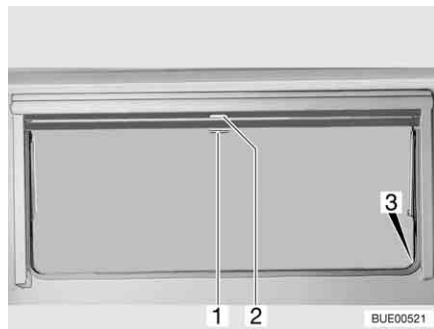

Fig. 53 Fenêtre projetante
- Tirer le store occultant vers le bas en le maintenant par la poignée (Fig. 53,2). Lorsque le store occultant est complètement fermé, l'accrocher des deux côtés du cadre de la fenêtre dans le dispositif de blocage (Fig. 53,3).
- Lorsque le store occultant est complètement fermé : Appuyer sur la poignée (Fig. 53,2) vers le bas tout en la tirant légèrement vers l'intérieur. Décrocher à droite et à gauche le store occultant du dispositif de blocage du cadre de la fenêtre.
- Si le store occultant se trouve dans une position intermédiaire : Tirer la poignée (Fig. 53,2) vers le bas jusqu'à ce que le dispositif de blocage se débloque.
- Tirer la moustiquaire par la poignée (Fig. 53,1) vers le bas et l'accrocher des deux côtés sur le cadre de la fenêtre dans le dispositif de blocage (Fig. 53,3).
- Appuyer sur la poignée (Fig. 53,1) vers le bas tout en la tirant légèrement vers l'intérieur. Décrocher à droite et à gauche la moustiquaire des dispositifs de blocage du cadre de la fenêtre.